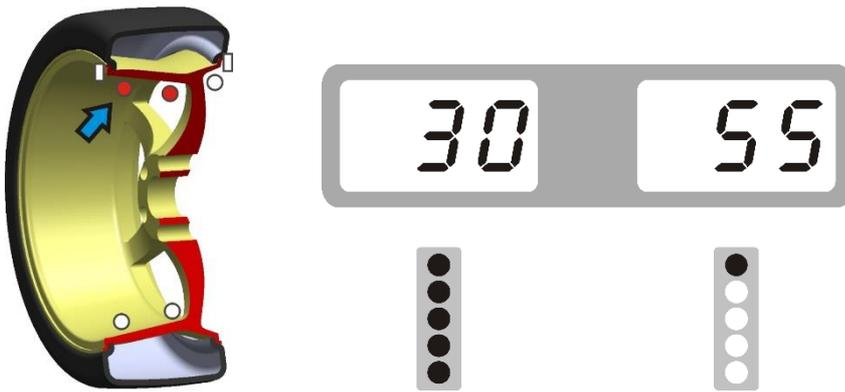

Bild 7
4.2.6. Bewegen Sie das Rad langsam gegen den Uhrzeigersinn, Anzeigen mit leuchtenden linken LEDs zeigen die richtige Winkelposition an, in der die Gegengewichte montiert werden sollen, die Position bei 12 Uhr in der Mitte, wie in Abb. 7, fügen Sie ein Gegengewicht hinzu.